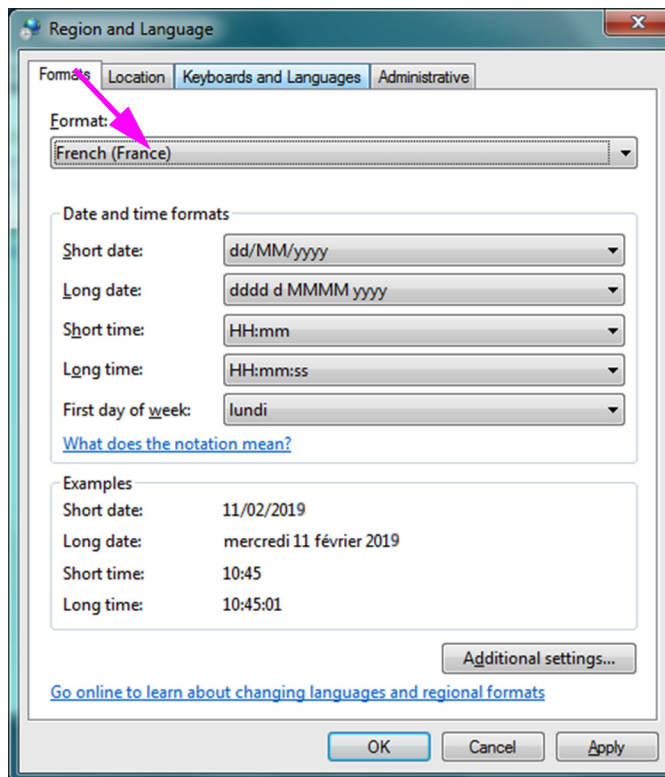

Figura C-5. Ecranul Regiune și limbă - Limba nouă afișată
7. După selectarea noii limbi, lista derulantă se închide, iar limba nou selectată apare apoi în caseta derulantă Format. În exemplul prezentat, este selectată limba **Franceză (French)**. Ecranul Regiune și limbă (Region and Language) afișează acum limba Franceză (Franța) în caseta derulantă Format (consultați Figura C-5).